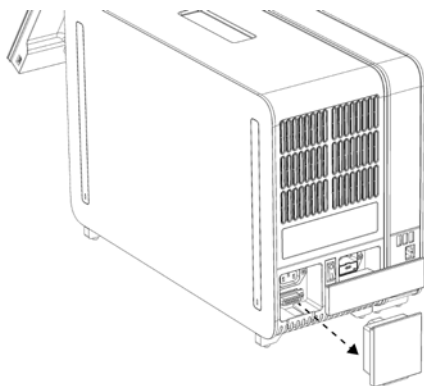

Figura 12. Scoaterea punții de conexiuni.
- 1d. Scoateți puntea de conexiuni din partea din spate a modului analitic (Figura 12, pagina următoare).